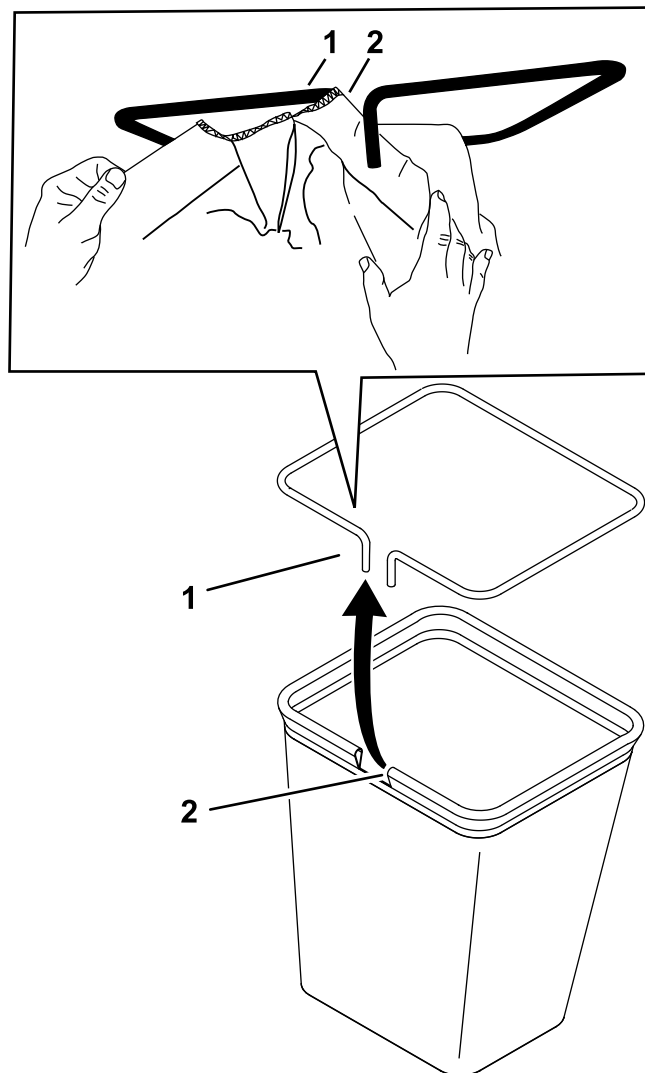

Figura 6
1. Con el bastidor y las aberturas de las bolsas orientados hacia usted, deslice la abertura derecha sobre el brazo izquierdo del bastidor (Figura 6).